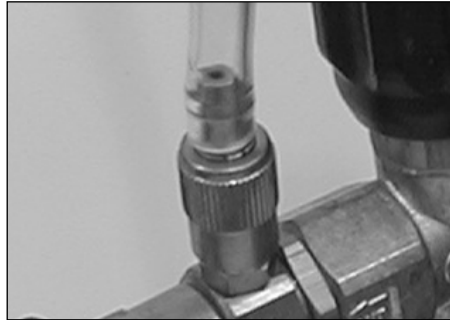

Figure 2 - Connectez le tube de détergent à la tétine de laiton
2. Connectez le tube de détergent de plastique transparent à la tétine de laiton sur la pompe (voir la figure 2).